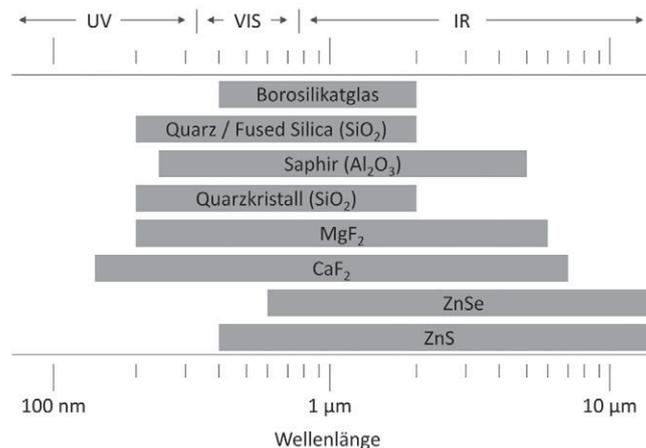

Abb. 2: Transmissionsbereiche einiger bei uns erhältlicher optischer Materialien
Sowohl Absorptionskoeffizienten a , als auch Transmission T und Reflexion R an Grenzflächen sind stark abhängig von der verwendeten Wellenlänge λ . Die Wellenlänge und spektrale Bandbreite der eingesetzten Strahlung definieren daher die Wahl des optischen Materials. Für den Einsatz als transmittierende Optik ist die wichtigste Anforderung an das Material eine geringe Strahlungsabsorption, d. h. eine hohe Materialtransmission. Abbildung 2 stellt schematisch die Transmissionsbereiche einiger bei uns erhältlicher optischer Materialien für den ultravioletten (UV), sichtbaren (VIS) und infraroten (IR) Spektralbereich dar. Alle auf den Folgeseiten gezeigten Transmissionskurven der verschiedenen Materialien sind Prinzipkurven und geben daher lediglich Richtwerte wieder.